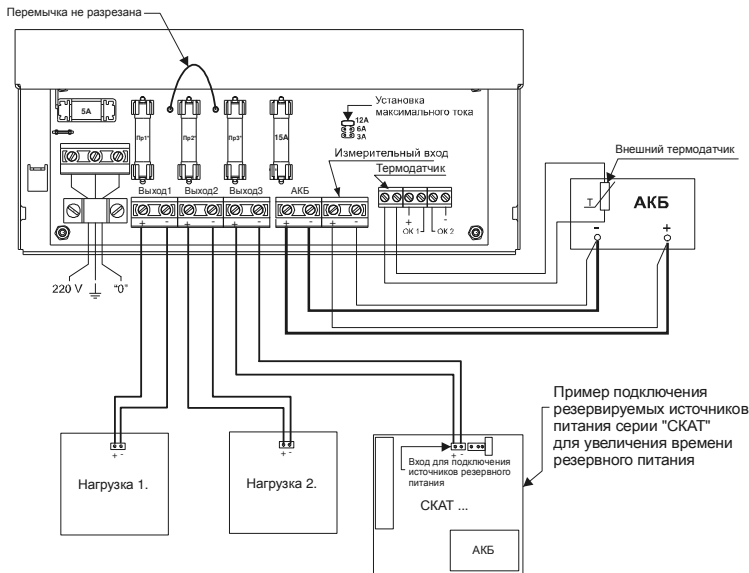

Рис.3
Произведите подключение соединительных линий, к клеммам источника руководствуясь схемой подключения источника (рис.3) в следующей последовательности:
- ◆ Проверьте правильность произведенного монтажа в соответствии со схемами подключений (рис.3, 4 , 5 и 6).